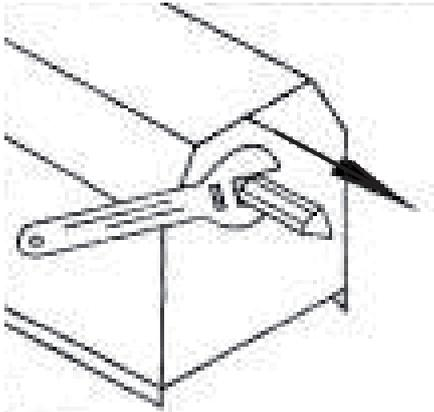

Рис. 10
2. Вставьте ключ в плоские пазы приводного шпинделя, затем открутите вращающийся центр против часовой стрелки (рис. 10).